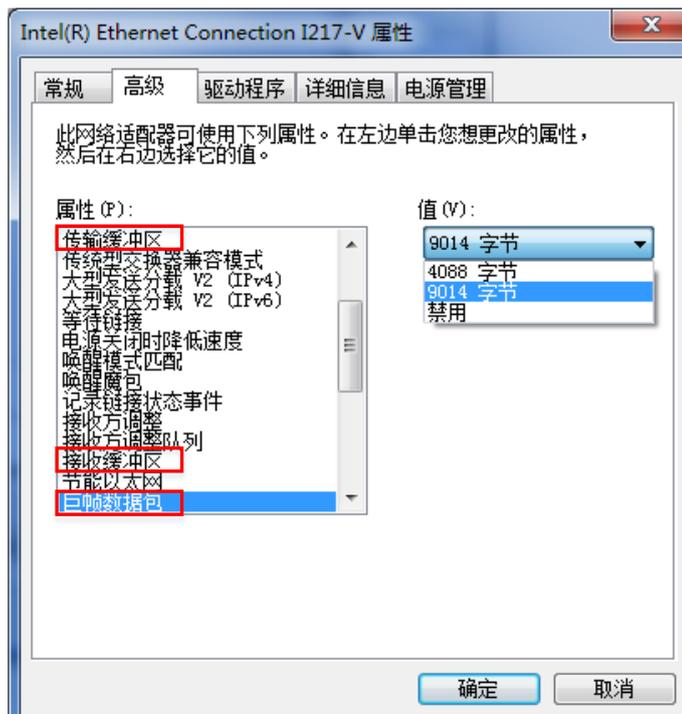

图2-3 网卡属性设置
2. 依次打开“控制面板” > “硬件和声音” > “设备管理器” > “网络适配器”，选中对应的网卡，打开属性中的“高级”菜单，如图 2-3 所示。